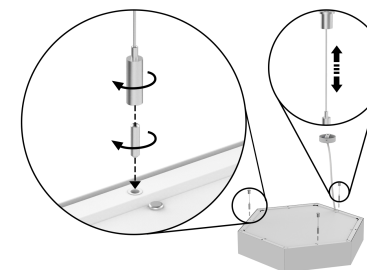

Рисунок 2
5. Отрегулировать высоту подвеса по необходимости (максимальная высота 2 м, подвесы входят в комплект), см. Рисунок 2;